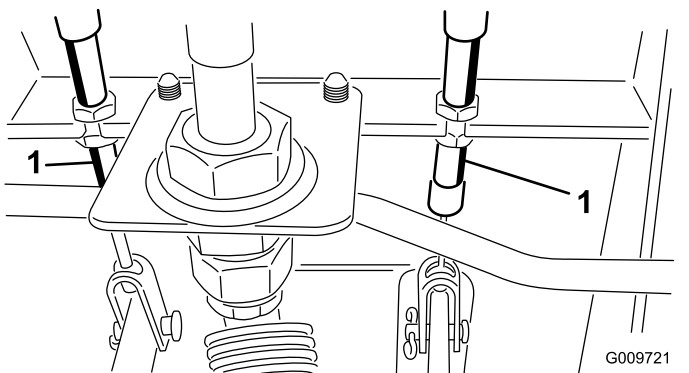

Figure 76
- A. Desserrez l'écrou avant sur l'extrémité fileté du câble de frein (Figure 76).